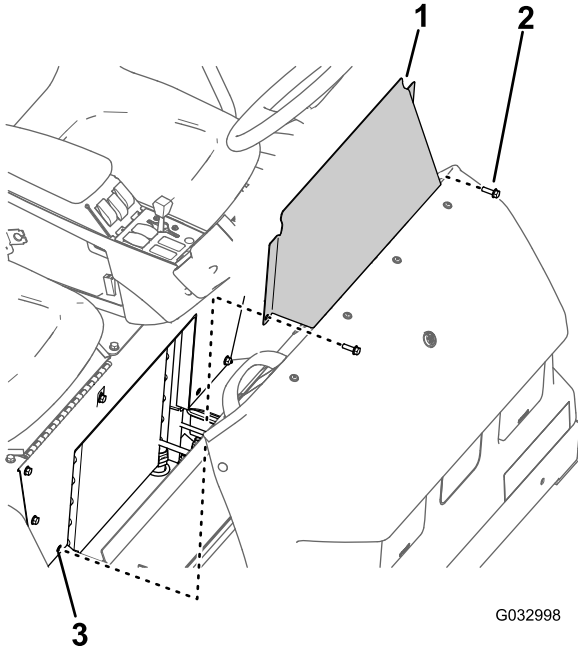

Figure 65
1. Retirez les 2 boulons à embase qui fixent le panneau d'accès à la base du siège (Figure 65).
2. Déposez le panneau d'accès à la base du siège de la machine (Figure 65).
1. Alignez les trous du panneau d'accès et les trous dans la base du siège (Figure 65).
2. Fixez le panneau d'accès à la base du siège au moyen des 2 boulons à embase (Figure 65) retirés à l'opération 1 de la section Dépose du panneau d'accès à la base du siège (page 55).